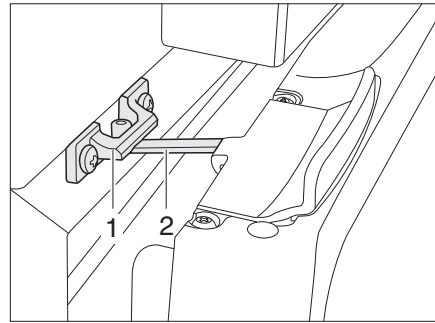

Bild 143 Kylskåpsdörr i ventilationsläge (Thetford)
- För upp låset (Bild 143,2) och haka fast det i låsfästet (Bild 143,1). Därvid stannar kylskåpsdörren i öppet läge.